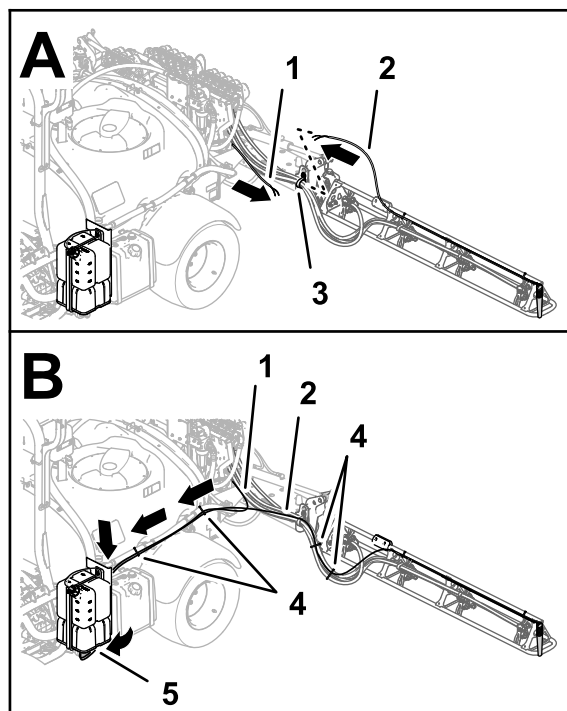

Figura 140
1. Encaminhe os tubos para os bicos da espuma na secção de pulverização esquerda e direita para dentro e através do grampo em R perto do ponto de articulação para cada secção de pulverização exterior (Figura 140).
2. Encaminhe os tubos para a frente ao longo do lado esquerdo do depósito do pulverizador (Figura 140).
3. Prenda os tubos dos bicos esquerdo e direito do marcador de espuma aos tubos do pulverizador com quatro braçadeiras de cabos como se mostra na Figura 140.
4. Prenda os tubos dos bicos esquerdo e direito do marcador de espuma aos tubos de agitação com duas braçadeiras de cabos como se mostra na Figura 140.
9. Prenda a tubagem do marcador de espuma aos tubos do bico do pulverizador com 2 braçadeiras de cabos (Figura 140).